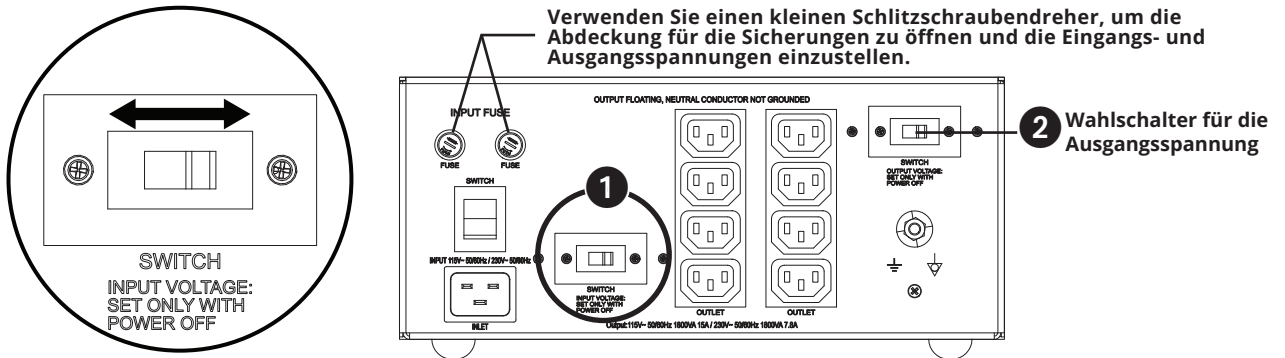

Abbildung 3
Die Auswahl der Eingangsspannung erfolgt über den Wahlschalter mit der Bezeichnung „Input Voltage“ (Abbildung 3). ❶ Für den IS1800HGDV sind separate Sicherungshalter erhältlich. Sie müssen je nach Eingangsspannung den richtigen Sicherungswert einsetzen. Der richtige Sicherungswert ist der Tabelle in Abschnitt 3.1.5 zu entnehmen. Die Auswahl der Ausgangsspannung erfolgt mit dem Wahlschalter für die Ausgangsspannung. ❷ Der Bereich mit dem Eingangs-/Ausgangsspannung-Wahlschalter ist mit einer Plattenabdeckung mit einer kleinen Öffnung ausgestattet. Verwenden Sie einen kleinen Schlitzschraubenzieher, um für die Einstellung der Eingangs-/Ausgangsspannung auf die kleine Öffnung zuzugreifen.